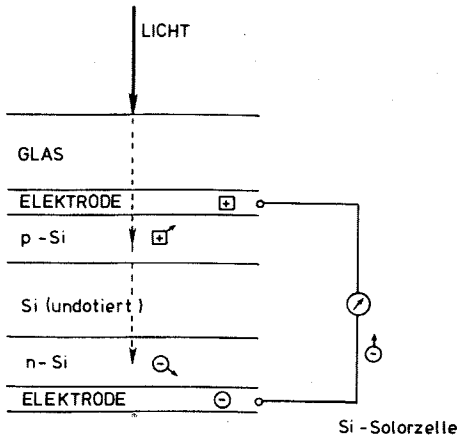

Bild A 5.8
- 2.a) Solarzellen bestehen aus Halbleitern, in der Regel Si, das n- und p-leitend dotiert wird. Bei Bestrahlung entstehen Elektronen (n) und Elektronenlöcher (p-, positive Ladungsträger). Ein p-, n-Übergang verhindert, dass ein Strom innerhalb der Zelle fließen kann. Der Strom kann dann durch Parallelschalten von Zellen verstärkt werden, (Bild A 5.8).